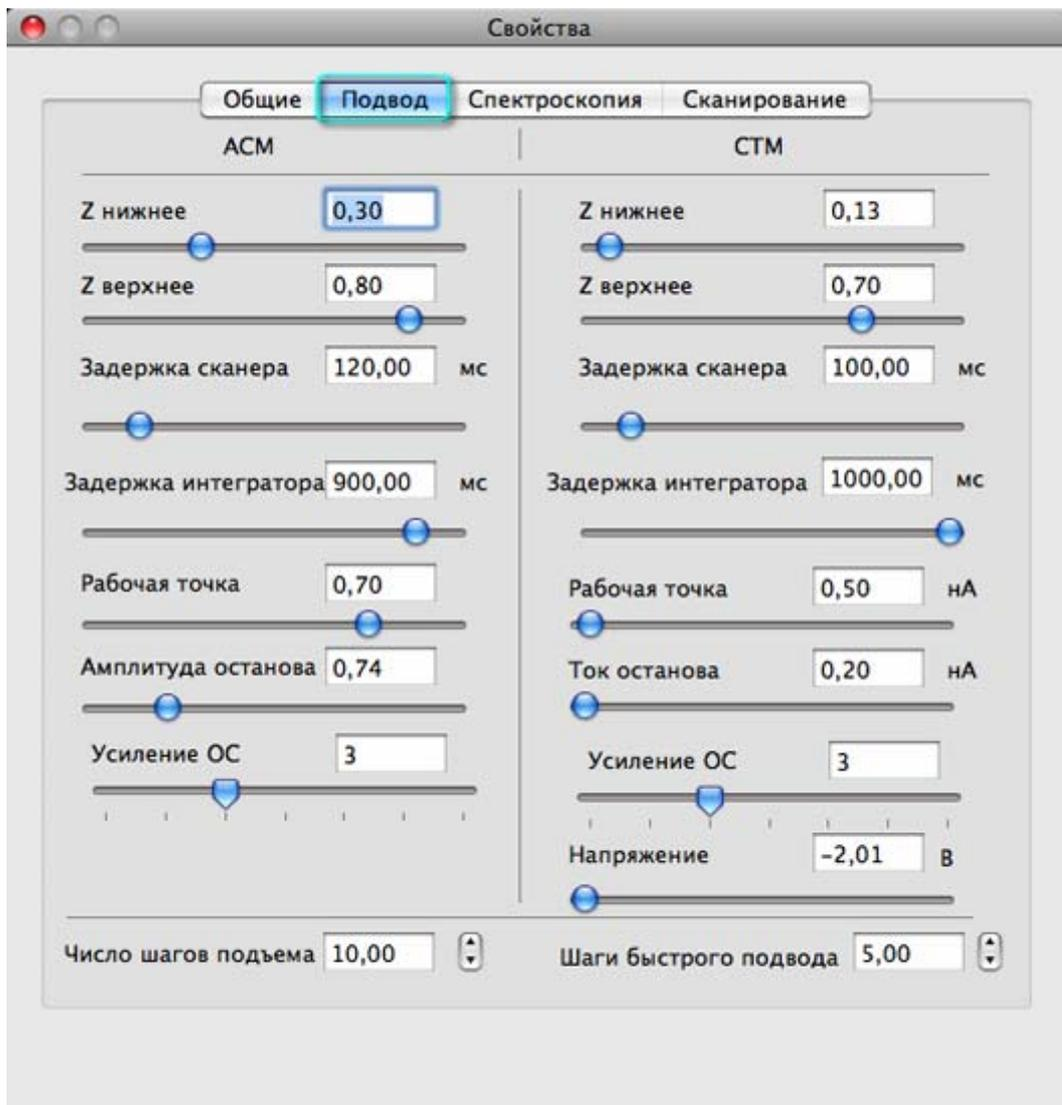

Рис. 4-33. Вкладка **Подвод** окна **Свойства**
2. В окне **Свойства** выбрать вкладку **Подвод** (Рис. 4-33).
В правой половине вкладки **Подвод** окна **Свойства** (Рис. 4-33) расположены параметры настроек процедуры подвода СТМ: